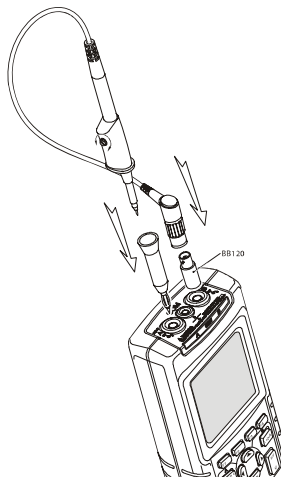

Abbildung 8-3. Justieren von Tastköpfen
- Schließen Sie den 10:1-Tastkopf an der grauen Buchse von Eingang B und der roten Buchse von Eingang A an. Benutzen Sie den roten Adapter für 4-mm-Bananenstecker (der zusammen mit dem Tastkopf geliefert wird) und den Adapter 4 mm/BNC (BB120). Siehe Abbildung 8-3.